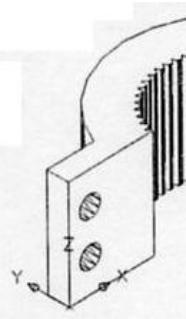
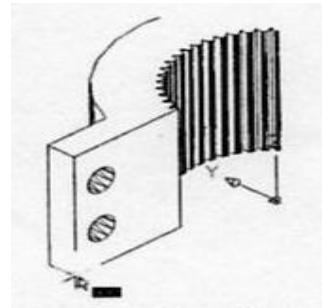

图 9-22 在角点创建新 ucs
图 9-24 指定角点
轴(ZA)]<世界>: //打开【对象捕捉】功能，捕捉如图 9-24 所示端点
2、指定图 9-24 所示的端点, 得到如图 9-22 所示的新的 ucs。在这个 ucs 基础上, 继续执行 ucs 命令, 命令行提示如下: